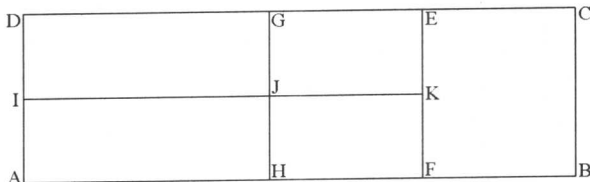

图 1-20 利用“矩形”、“直线”和“偏移”命令绘制标题栏
(5) 利用“直线”命令，连续连接 AD 的中点 I、GH 的中点 J 和 EF 的中点 K，如图 1-20 所示。